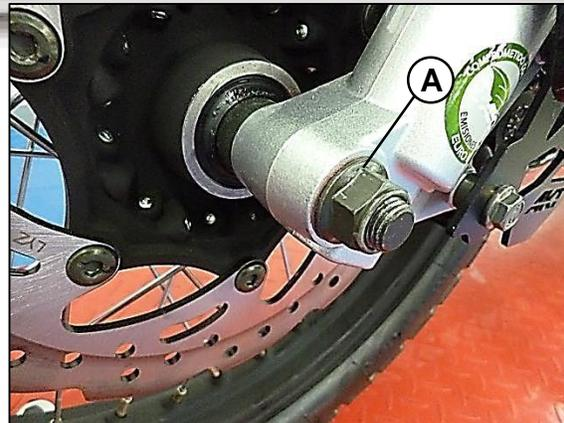

Fig. 02
Retire la tuerca de la llanta (A). Fig. 02